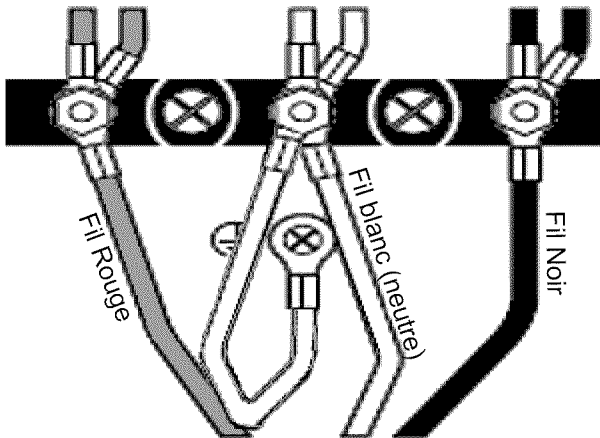

Figure 14 : Connexion à trois fils
3. Fixez le fil neutre mis à la terre du circuit d'alimentation au plot central (de couleur argent) du bloc de jonction (consultez la *Figure 14*).